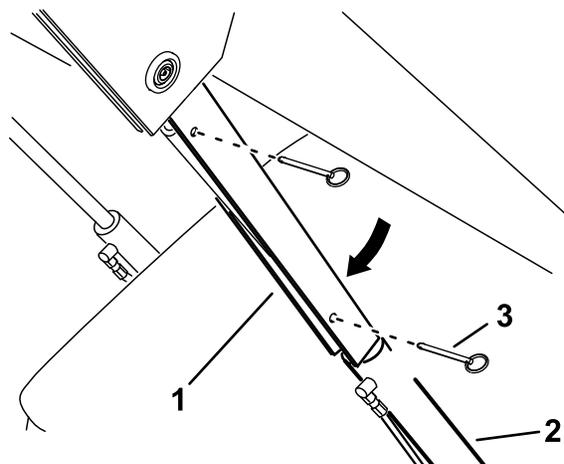

Рисунок 37
5. Поместите замок на шток гидроцилиндра подъема (Рисунок 37).